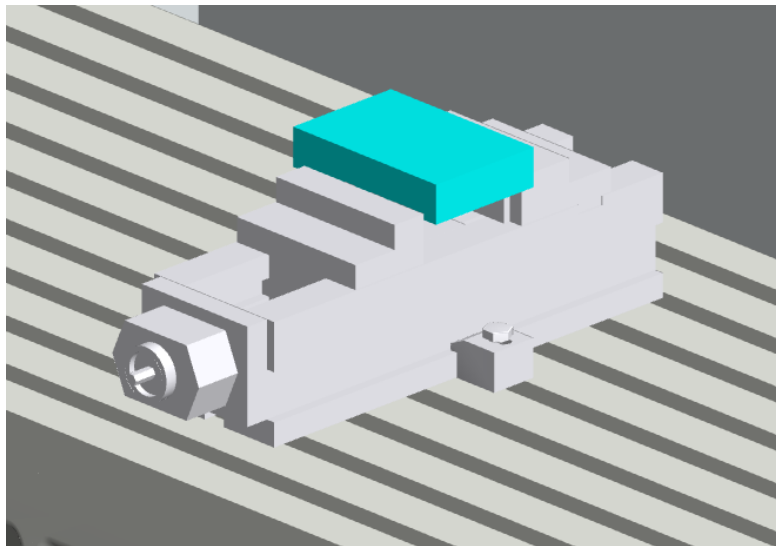

图 1 正确安装工装体（示例）
- (1) 基于零件图纸（可参考往届零件图纸），选手自行设计毛坯尺寸，采用 CAD 软件完成毛坯实体的 3D 建模，文件以“**组号-序号-毛坯**”命名并导出为 STL 格式。
- (2) 依据设计的毛坯实体，**参照附件文件（文件名：Clamp）**，选手进行平口钳的设计，采用 CAD 软件完成平口钳各零件 3D 建模和总装，文件以各零件中文名称命名并导出为 STL 格式。依据各零件的 3D 模型生成二维零件图（包含必要的视图表达、完整的尺寸标注等），文件以各零件中文名称并导出为 PDF 格式。部分零件设计要求**见正式赛题**。
- (3) 依据 ISO 7388-1 标准，**参照附件文件（文件名：Toolholder）**，选手进行铣刀刀柄的设计，采用 CAD 软件完成刀柄的 3D 建模，文件以“**组号-序号-刀柄**”命名并导出为 STL 格式。生成二维零件图（包含必要的视图表达、完整的尺寸标注等），文件以“**组号-序号-刀柄**”命名并导出为 PDF 格式。
- (4) 选手把**自行设计的**毛坯、平口钳和刀柄 STL 文件拷贝到 CMVM 指定文件夹下（**CMVM 软件中以 Memory Card 形式打开，把 STL 文件拷贝在 user/sinumerik/3d 文件夹中**）。
- (5) 在 CMVM 软件中，选手完成工装的新建，导入**自行设计的**毛坯和平口钳，实现毛坯和平口钳的组装，并正确安装在机床的工作台上，示意图如图 1 所示。